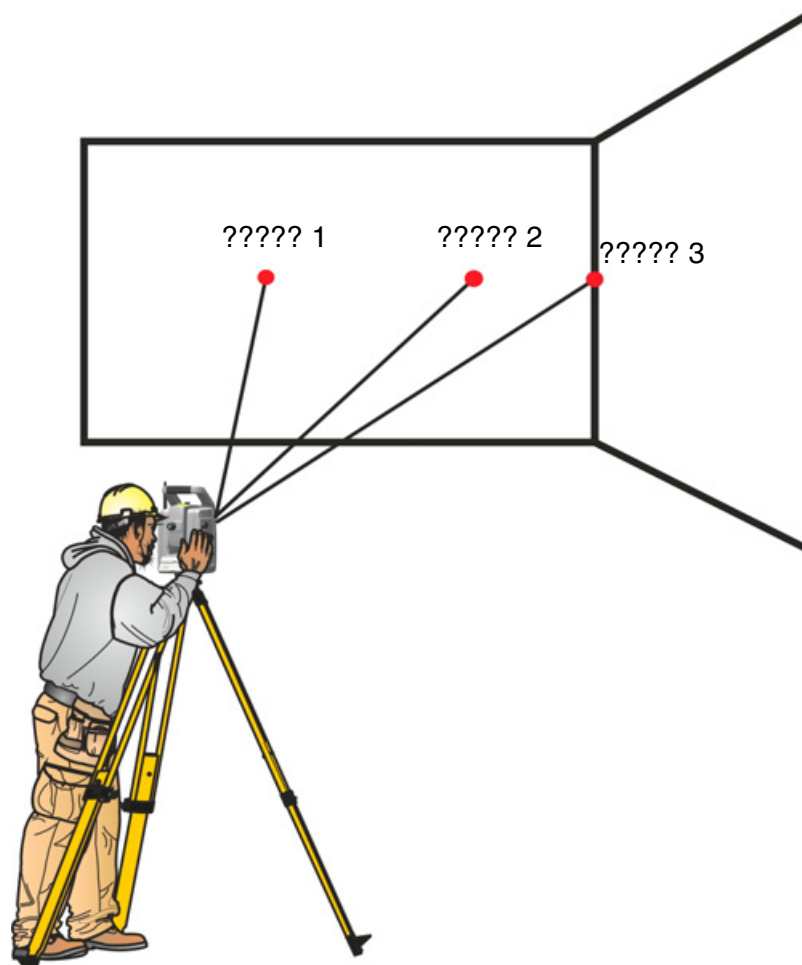

Рисунок 5.4. Измерение со смещением
2. Наведите инструмент на угол, чтобы записать правильный горизонтальный и вертикальный углы. См. рис. 5.4.